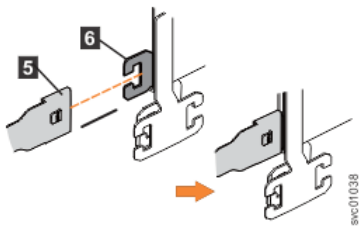

Abbildung 76. Halteschienenanschluss von oberem Kabelträger an rechter Halteschiene anbringen
4. Bringen Sie den Halteschienenanschluss der oberen Kabelträgerbaugruppe (5) an der Anschlussbasis der rechten Halteschiene (6) an (siehe Abbildung 76 auf Seite 68).